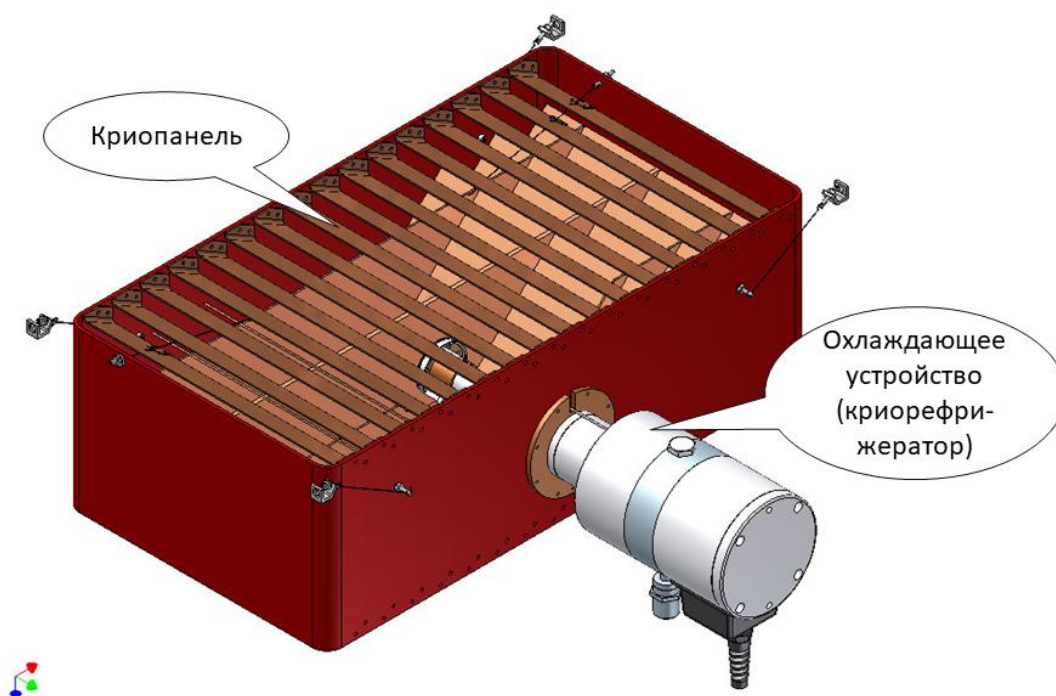

Рис. 2. Крионасос без вакуумного объема
- металлической криопанели, смонтированной из большого числа спаянных между собой металлических пластин. На следующих рисунках показана структура криопанели сначала при снятом вакуумном объеме (Рис. 2), затем при снятом внешнем каркасе криопанели – кожухе с жалюзи (Рис. 3);